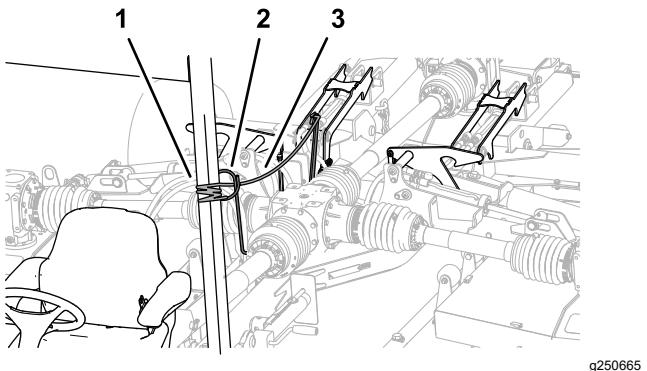

Рисунок 34
1. Проложите трос фиксаторов дек от направляющей шланга в сторону сиденья оператора (Рисунок 34).
2. Привяжите трос к неподвижному компоненту ходовой части боксирного автомобиля, например к трубе конструкции ROPS (Рисунок 34).